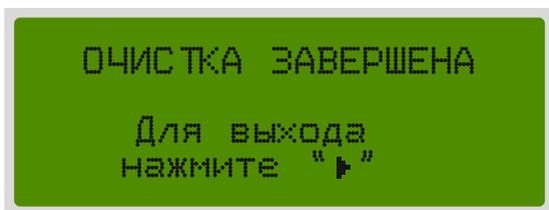

Рисунок 11 – Завершение очистки
13. Дождитесь завершения всех циклов очистки. По окончании на дисплее отобразится уведомление об окончании работы (рис. 11).